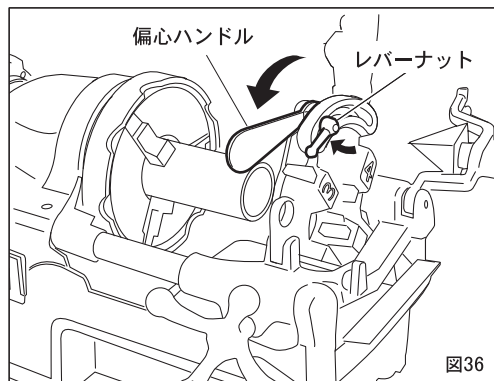
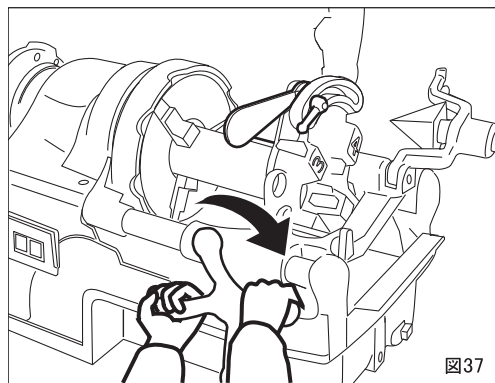

図36
図37
- ①ねじ切りのサイズ寸法を合わせるには偏心台（図39）の目盛りを、ダイヘッドのサイズ目盛りのねじ切り寸法に合わせて、レバーナットを締めて固定してください。（図36）
- ②スイッチをONにするとオイルはダイヘッドから自動的に注油されます。
- ③送りハンドルを右回り方向に動かしパイプにチェーザを押し付け食いつかせてください。ねじ山が3～4山切れればあとは自動的にねじが切れます。このマシンに使用されているシリースモータは、回転数が、負荷によって自動的に変化します。（図37）